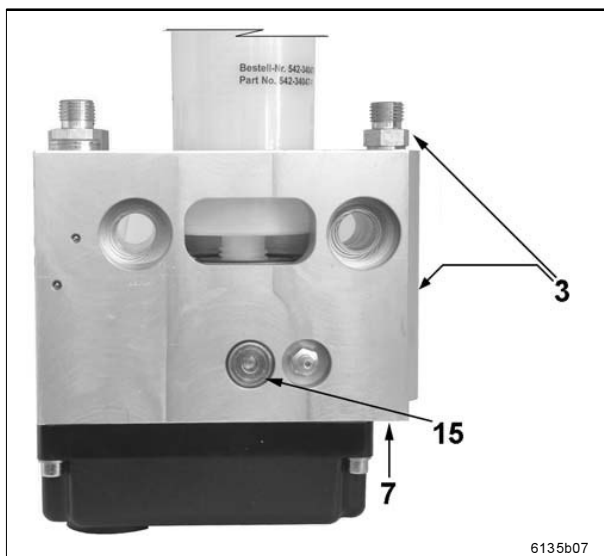

Abb. 8 Kartusche in Schmierpumpe HTL 101 einsetzen
- Kartusche durch leichtes Drücken in die Bohrung einführen und handfest in das Gehäuse (wie in Abb. 8 dargestellt) einschrauben.
- Verschlusschraube 15 (Abb. 8) entfernen
- Pumpe durch Einschalten des Hydraulikgerätes laufen lassen, bis der Schmierstoff am geöffneten Auslass 3 (Abb. 8) austritt.